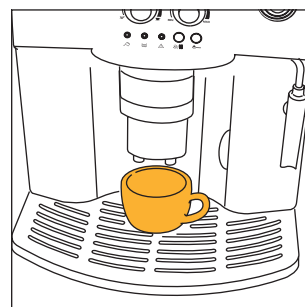
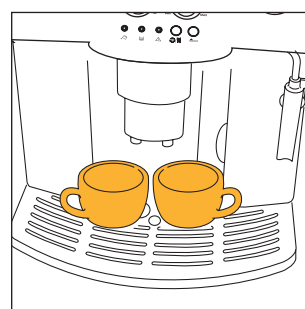
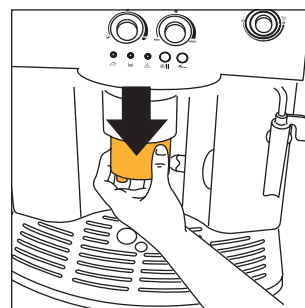

Fig. 9
Fig. 10
Fig. 11
- 4) Anbring en kop under udløbsrørets haner, hvis du vil brygge 1 kop kaffe (fig. 9) eller 2 kopper, hvis du vil brygge 2 kopper kaffe (fig. 10). For at opnå en bedre creme, sæt kaffeudløbsrøret så tæt som muligt ved kopperne ved at trykke det nedad (fig. 11).